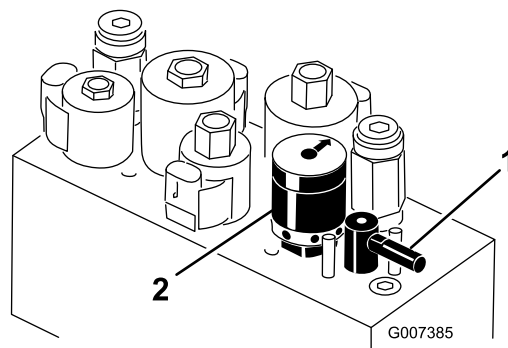

Bild 57
5. Drehen Sie den Lapphebel auf R (Bild 57).
6. Drehen Sie den Spindeldrehzahlregler auf 1 (Bild 57).